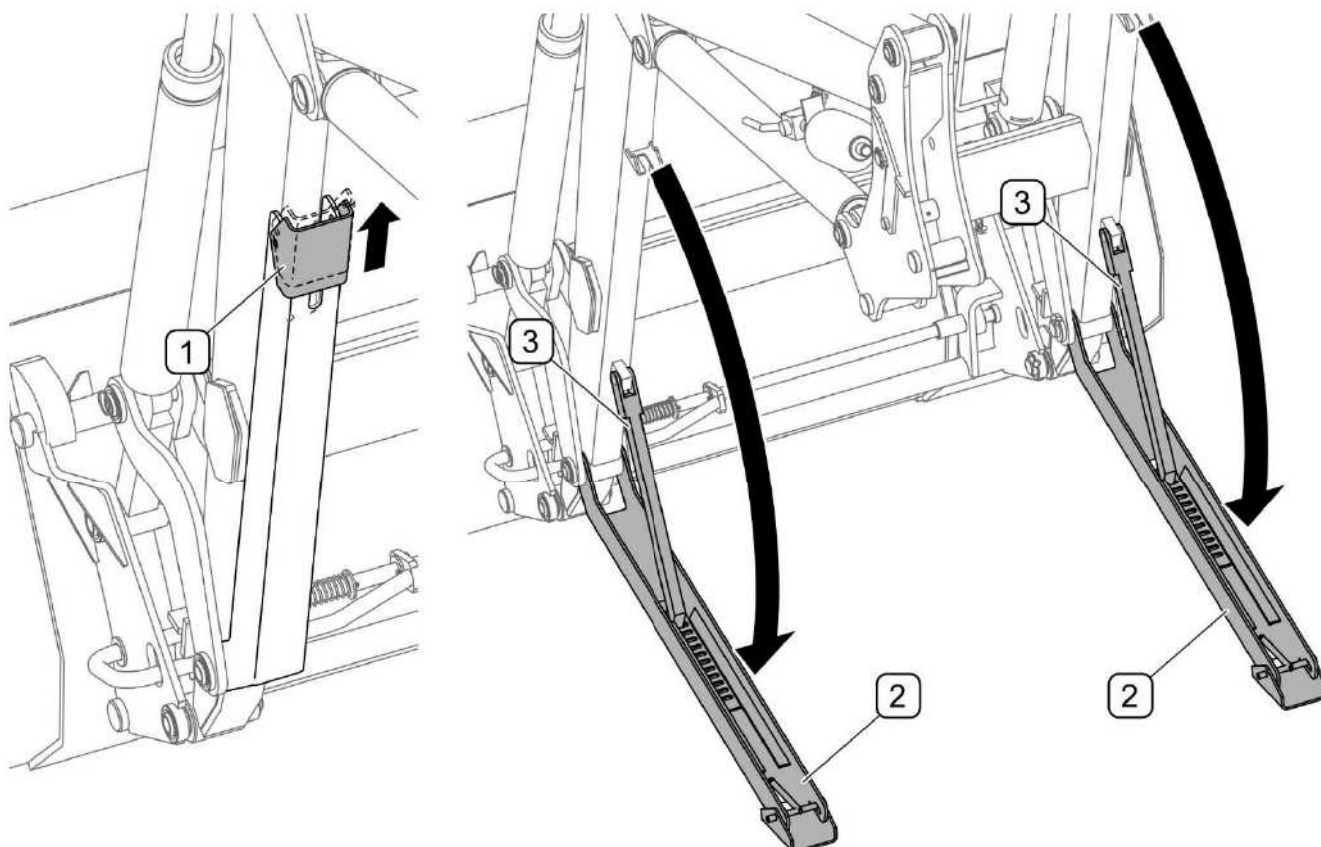

РИСУНОК 4.25 Стояночные опоры
- оттянуть блокировки опор (1) (РИСУНОК 4.25);
- опустить стояночные опоры (2) вместе с собачками (3) на основание;